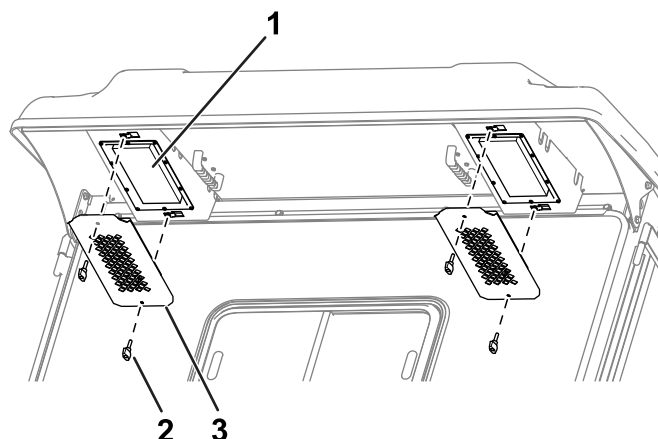

Рисунок 87
1. Снимите ручки и решетки с задней выступающей части кабины (Рисунок 87).
4. Установите фильтр в кабину с помощью ручек и решеток (Рисунок 87).